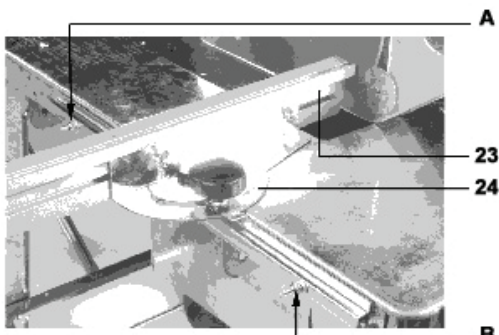

Fig. 18
- Inserire la parte unita nella canalina di guida e montarla mediante due viti con testa a semisfera M6x30 con stelo rettangolare, due rondelle M6 e due dadi M6 nella posizione A e B. Le serrare a croce, finché la parte 24 sarà fissata. Allentare poi i dadi perché la parte 24 possa muoversi libera nella canalina di guida (vedi fig. 18).